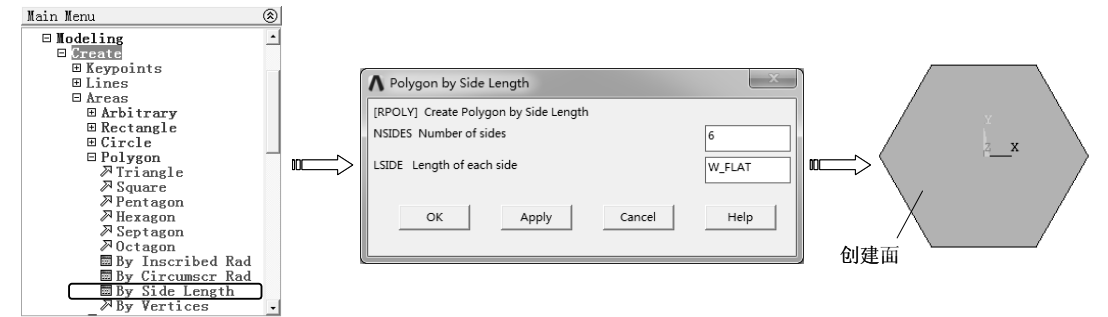

图 6-50 边长绘制正多边形
1) 选择“Main Menu> Preprocessor> Modeling> Create> Areas> Polygon> By Side Length”命令，弹出“Polygon by Side Length”对话框，在“Number of sides”文本框中输入多边形的边数 6，在“Length of each side”文本框中输入多边形边长为 W_FLAT，单击“OK”按钮创建多边形，如图 6-50 所示。